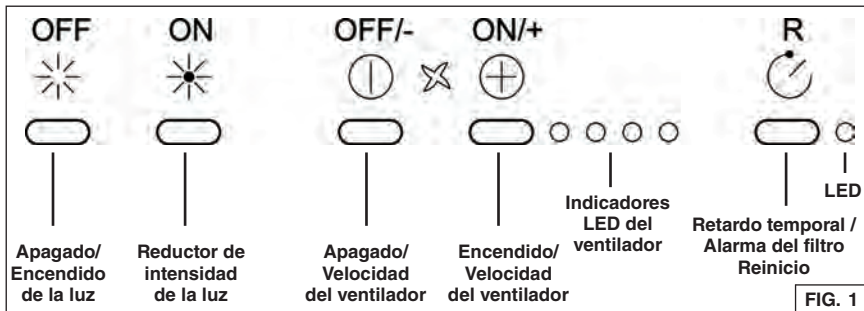

FIG. 1
La campana se opera usando los (5) botones que se ubican en el borde frontal de la campana. Fig. 1.